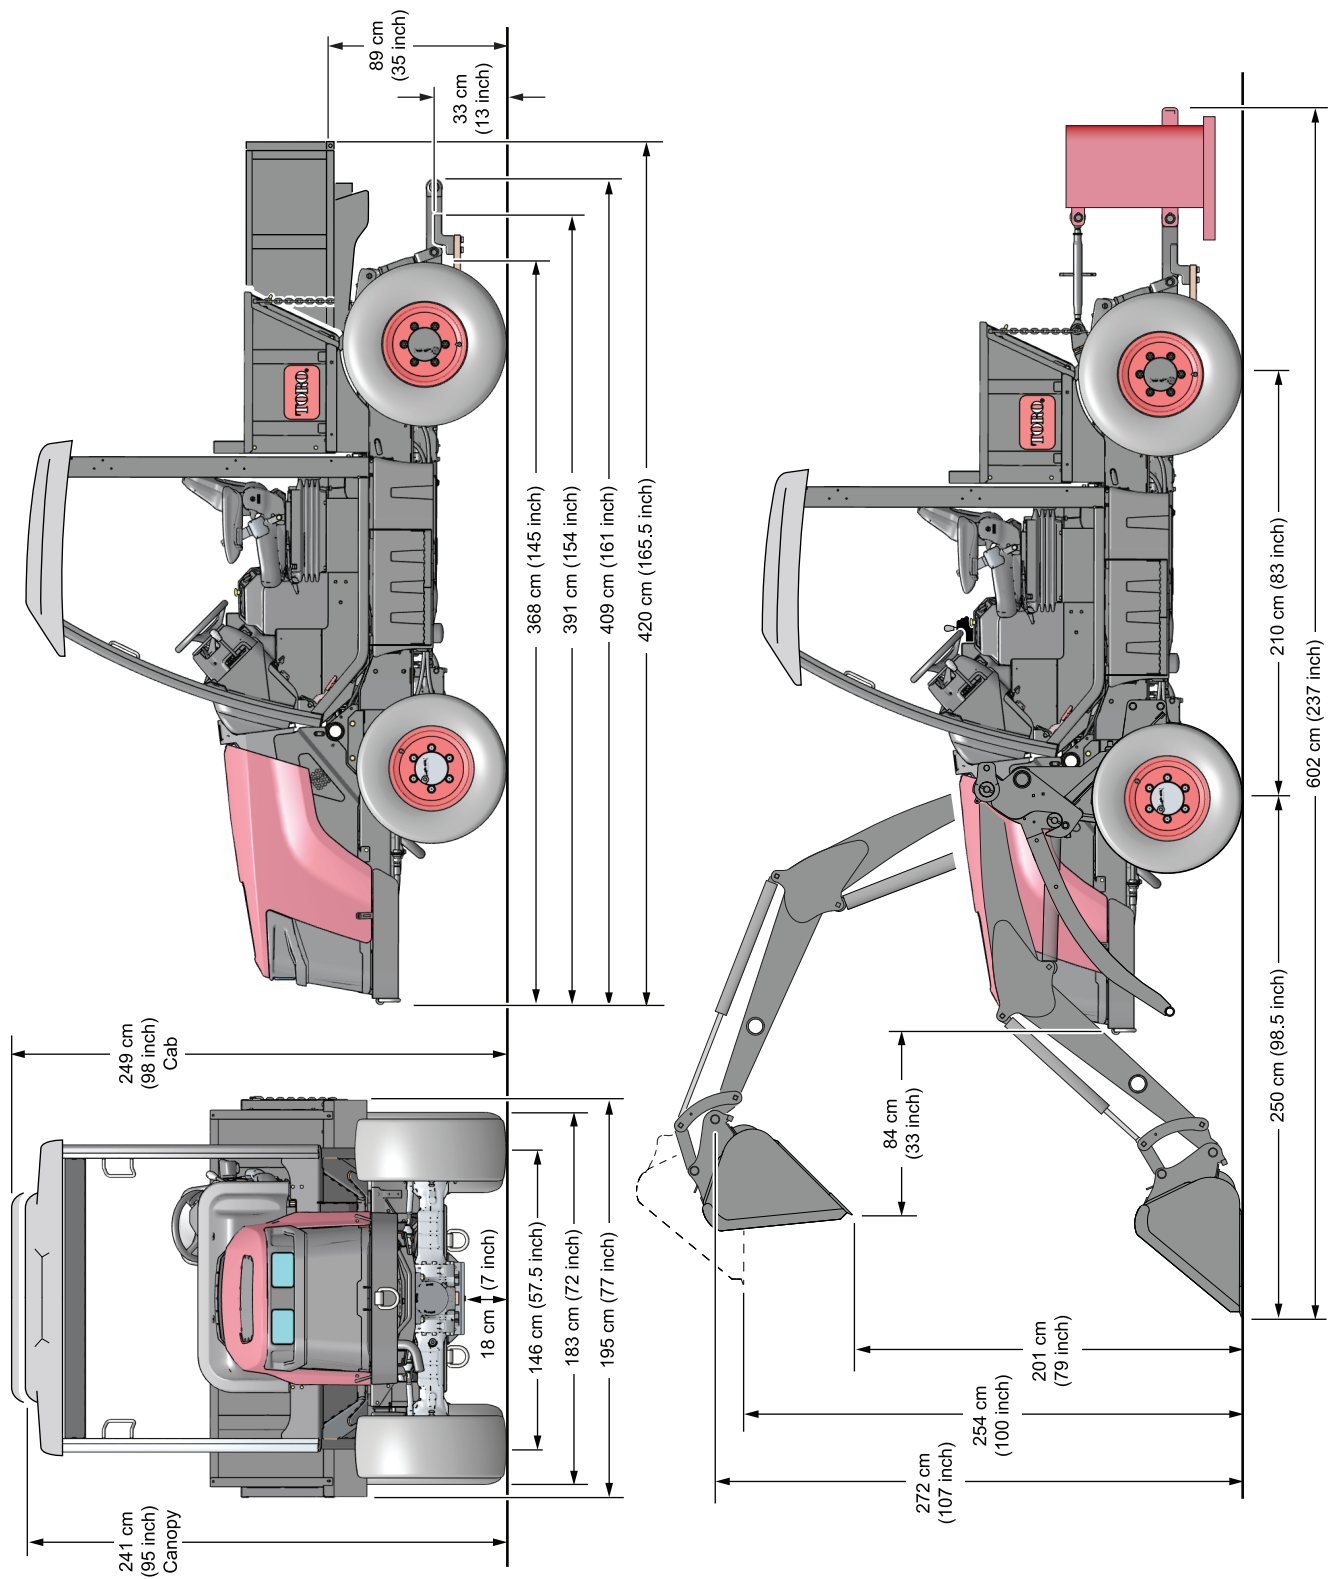

Figura 16
- Fate riferimento alla Figura 16 per le dimensioni complessive della macchina.